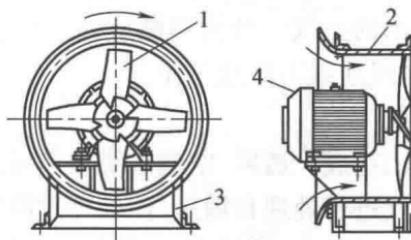

图 1-1 轴流式风机
a. 轴流式风机构造。图 1-1 所示的轴流式风机由带叶片的轴套，圆筒形的外壳、支架、电动机组成。